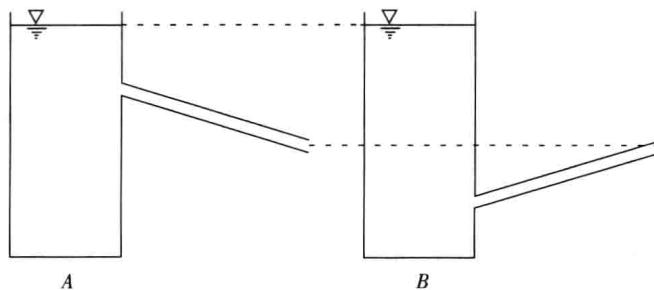

图 10-11
21. 如图 10-11 所示,A、B 两水箱水面相同,水管出口高度相同,水管直径、长度、阻力相同,则两者沿水平方向( )。